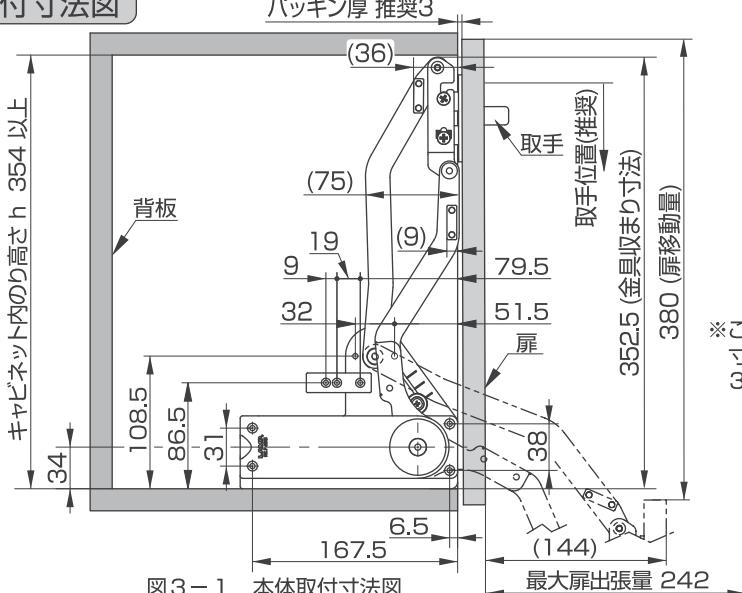
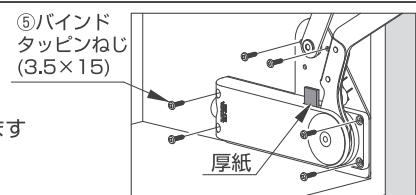

図3-1. 本体取付寸法図
図4
- (1) ①②SLD本体をキャビネット内側の下部および間口前面に合わせ、付属の⑤取付ねじ(3.5×15)で固定します(図3-1、図4)。